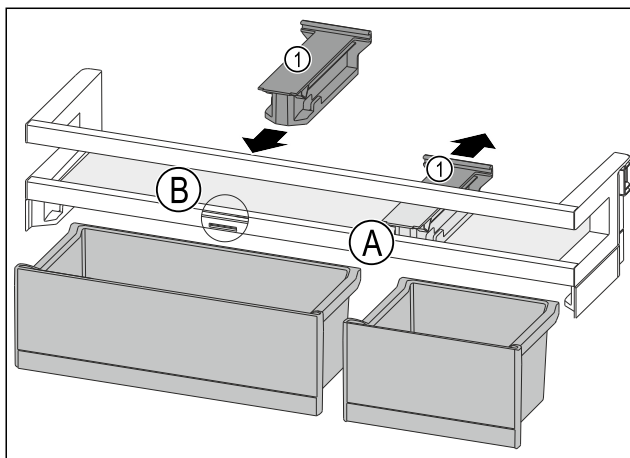

Fig. 116
- Dra ut fästdelen Fig. 116 (1) i position Fig. 116 (A) bakåt.
- Sätt in fästdelen Fig. 116 (1) i position Fig. 116 (B).